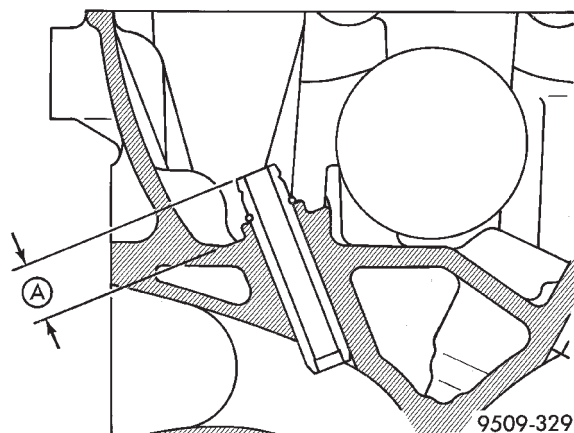

Abb. 97 Ventilführungshöhe
(3) Höhe der Ventilfehrungen messen (Abb. 97).